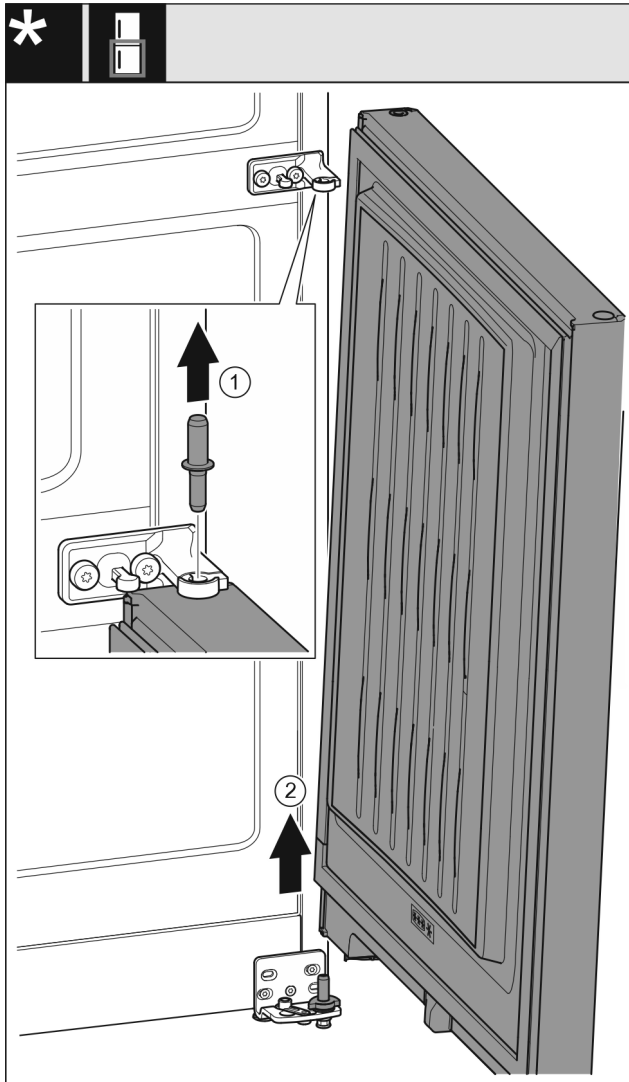

Fig. 7
- ▶ Izvelciet ārā tapu uz augšu. Fig. 7 (1)
- ▶ Atvirziet durvis, pavelciet uz augšu un novietojiet malā. Fig. 7 (2)